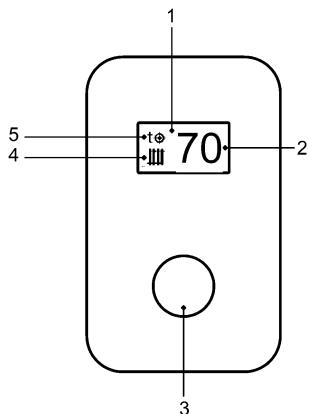

Рисунок 2. Блок управления
Основные элементы блока управления показаны на рис.2.
**8.2** После включения котла в сеть в течении 5 минут выполняется деаэрация (удаления избытков воздуха) при отсутствии нагрева. При нажатии на ручку регулировки (рис.2, поз.3) деаэрация завершается.